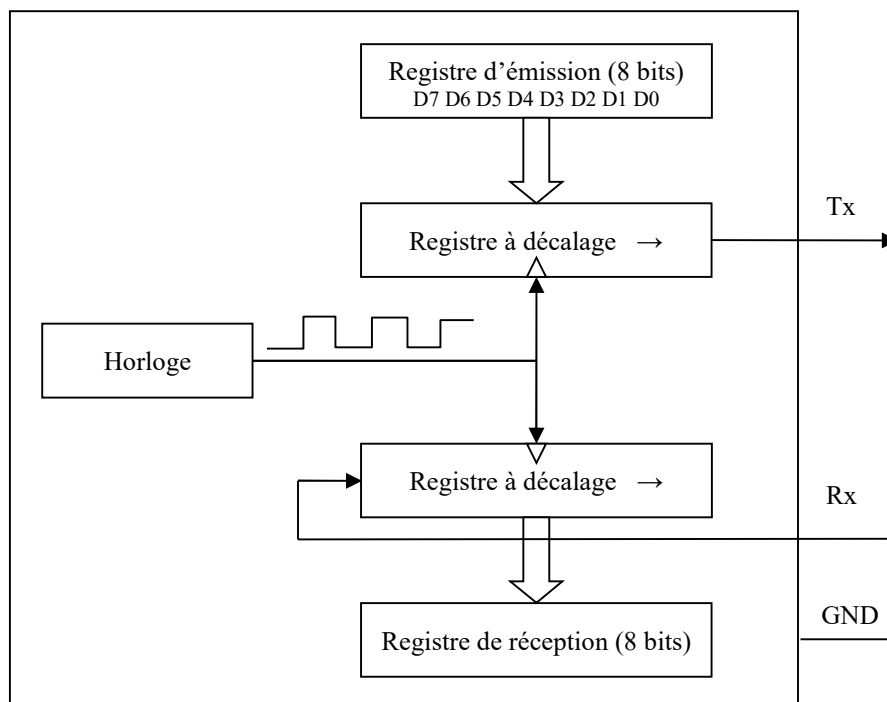
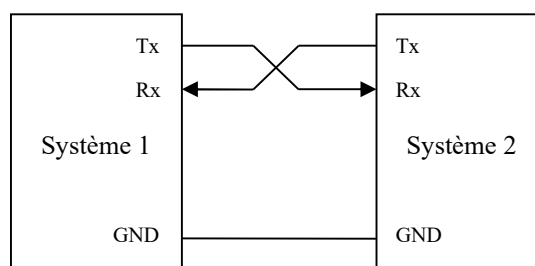
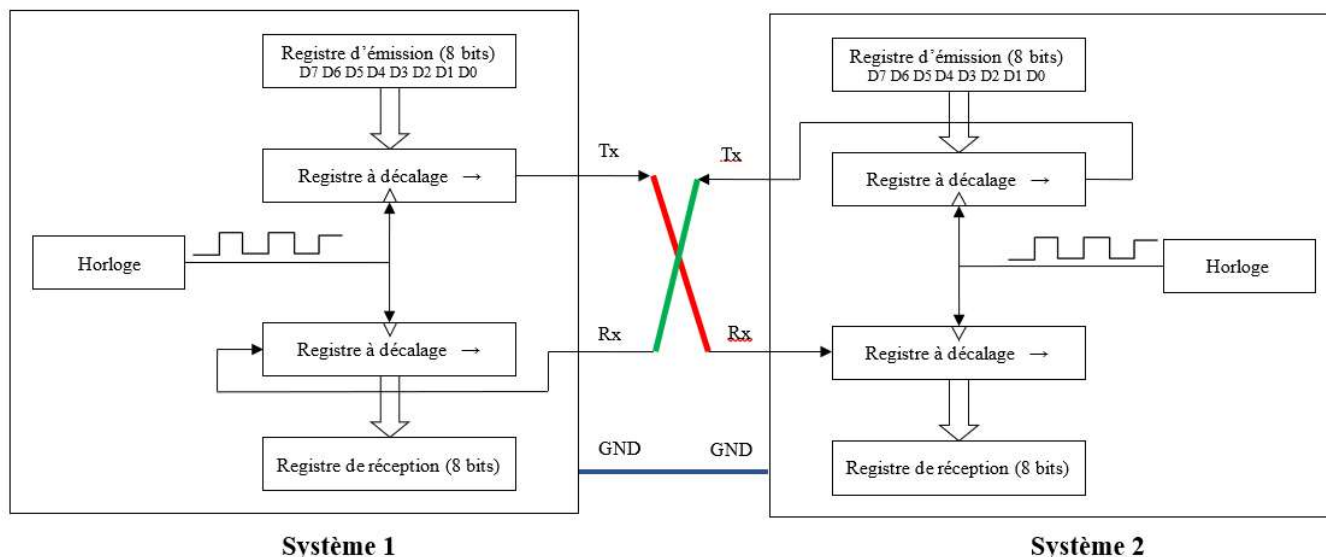
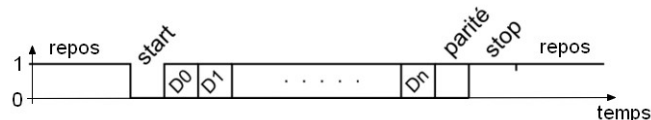

Figure 3. Principe de l'électronique permettant l'émission / réception série
Figure 4. Liaison série bidirectionnelle entre deux systèmes
Figure 5. Liaison série bidirectionnelle (en détail)
Figure 9. Constitution d'une trame série asynchrone
Comme en témoigne le schéma de principe de la **Figure 3**, au niveau électronique, ce sont des **registres à décalage** (*shift registers*) qui s'occupent des opérations de sérialisation (à l'émission) et de désérialisation (à la réception).
Ainsi, pour constituer une liaison série bidirectionnelle¹, chacun des deux systèmes est équipé de l'électronique de la **Figure 3**, la broche Tx du premier est connectée à la broche Rx du second, de même la broche Tx du second est connectée à la broche Rx du premier. Trois conducteurs suffisent ; c'est ce que traduisent la **Figure 4** et la **Figure 5**.
2. **Séparation des bits constituant l'octet** : les deux systèmes ont été préalablement configurés avec **les mêmes vitesses de transmission et réception**, par exemple 9600 bits/s². Ils « savent » donc tous les deux que la durée de transmission d'un bit est de 1/9600 s soit 0.104 ms. Le bit de *start* dure donc 0.104 ms, puis c'est le bit D0 qui est transmis pendant 0.104 ms, puis D1 pendant la même durée, etc. C'est le bloc horloge de la **Figure 3** qui assure ce rythme. Même si tout n'a pas encore été expliqué à ce stade, on peut jeter un œil au chronogramme de la **Figure 9** pour comprendre ces premières considérations.
On voit donc que dans la liaison présentée, **il n'y a pas d'horloge transmise**. Dans ce cas, on parle de **liaison série asynchrone**. Sur un système, l'électronique implémentant les fonctions d'émission / réception de la **Figure 3** s'appelle alors une **UART** (*Universal Asynchronous Receiver Transmitter*). À l'origine c'était une puce dédiée (par exemple UART MC68681 pour la famille Motorola 68000, UART 16550 pour le monde PC), maintenant c'est un peu de silicium au sein d'une puce complexe (ASIC, FPGA, microcontrôleur, etc.).
Nous avons déjà commencé à évoquer comment un octet était transmis. Terminons cette présentation ici en s'appuyant sur la Figure 9 :